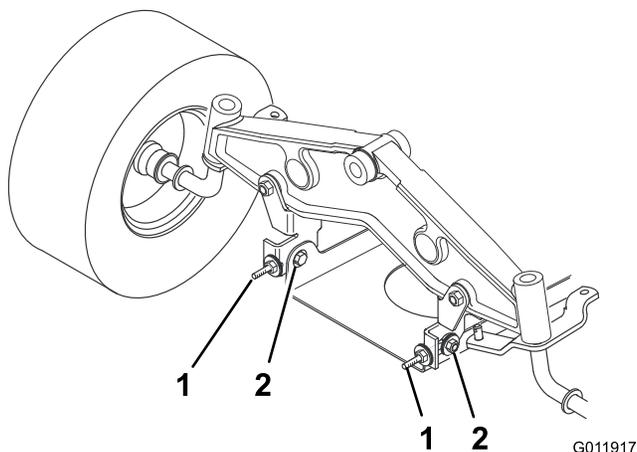

Bild 16
14. Lockern Sie zum Einstellen der Schnittmesserneigung in Längsrichtung die Befestigungsschrauben der vorderen Schwenkplatten ein wenig (Bild 16).
15. Drehen Sie die Sicherungsmuttern an den Augbolzen, um die Einstellung zu ändern (Bild 16). Ziehen Sie zum Anheben der Mähwerkvorderseite die Sicherungsmuttern der Augbolzen fest; lockern Sie sie zum Absenken.
17. Ziehen Sie, wenn die Schnittmesserneigung in Längsrichtung korrekt ist, die Befestigungsschrauben der Schwenkplatte fest (Bild 16).